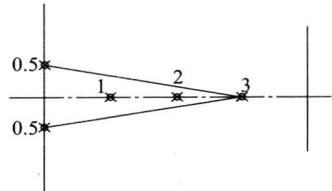
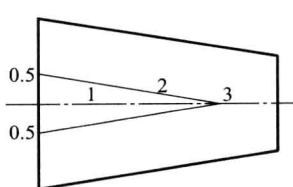

图 1-13 画斜线步骤 1：作锥度为 1:3 辅助线
图 1-14 画斜线步骤 2：完成斜线
③ 画斜线。过左端竖线端点，画辅助线的平行线，与右侧竖线相交。如图 1-13 和图 1-14 所示。